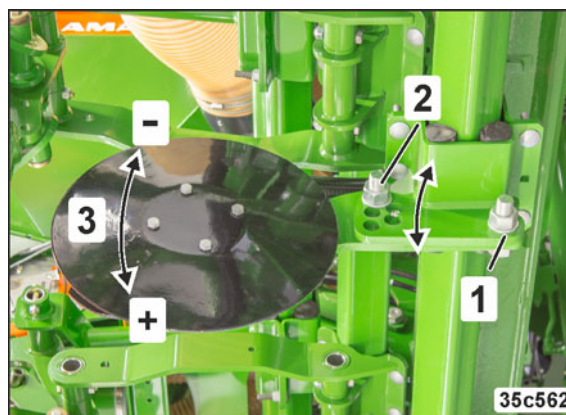

Fig. 202
1. Løsn fastgørelsesmøtrikken (Fig. 202/1).
2. Løsn indstillingsskruen (Fig. 202/2), og fjern den.
3. Drej gødningsskæret i den ønskede position (Fig. 202/3).
4. Sæt indstillingsskruen (Fig. 202/2) i, og spænd den.
5. Spænd fastgørelsesmøtrikken (Fig. 202/1).